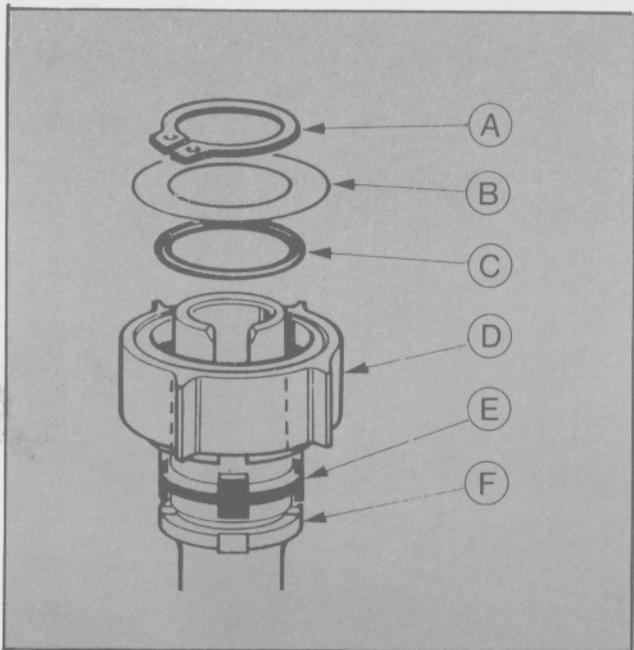

Fig. 2 - Reluctor y elementos de sujeción del mismo.
- a) **Reluctor (Inducido):** El reductor (inducido) está ubicado en el eje de mando y se sujeta por un anillo seeger, una arandela y un "O" ring. Posee cuatro segmentos, uno para cada cilindro y gira a la mitad de la velocidad del motor por medio de un engraje helicoidal en el árbol de levas (Fig. 2).